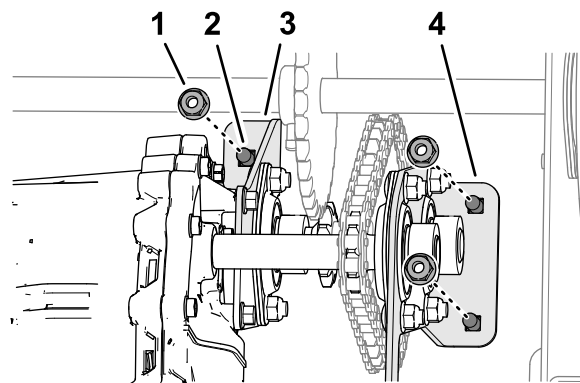

Figure 63
- Fixez légèrement le support de la boîte-pont et le support de roulements sur la machine (Figure 63) à l'aide des 3 boulons de carrosserie (5/16 x 3/4 po) et des 3 contre-écrous à embase (5/16 po).